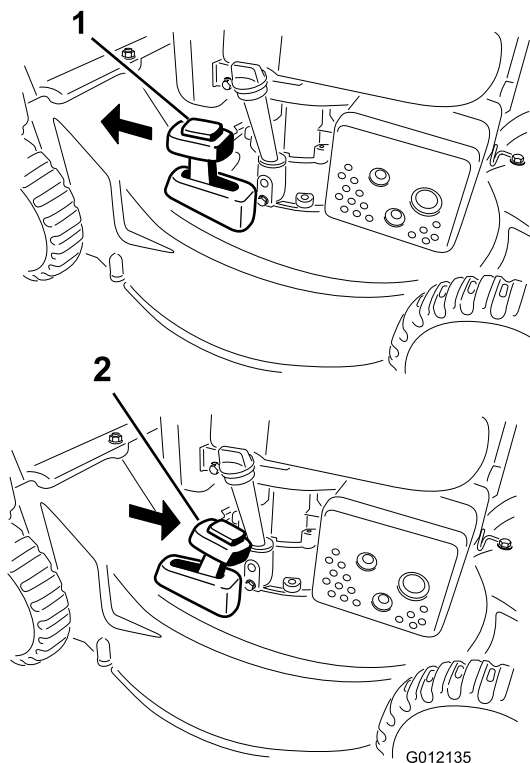

Bild 18
Schieben Sie den Hebel für den zuschaltbaren Grasfangkorb in die RECYCLING-Stellung, um das Schnittgut zu recyceln (Bild 18).
2. Setzen Sie den Fangkorb ein, siehe Montieren des Fangkorbs \(Seite 11\), und stellen den Hebel für den zuschaltbaren Fangkorb in die BAGGING-Stellung, wie in Bild 18 abgebildet.
Der Hebel für den zuschaltbaren Fangkorb sollte in der BAGGING-Stellung sein, wie in Bild 18 abgebildet.